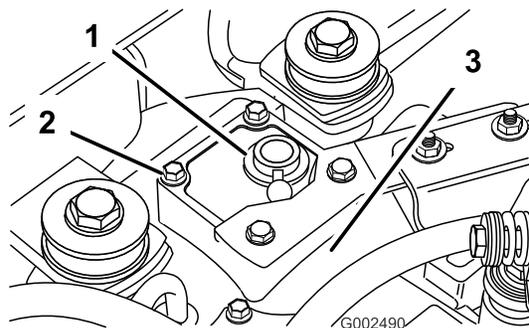

Figura 5
1. Retire os quatro parafusos que fixam a tampa à parte de cima da caixa da transmissão (Figura 5).